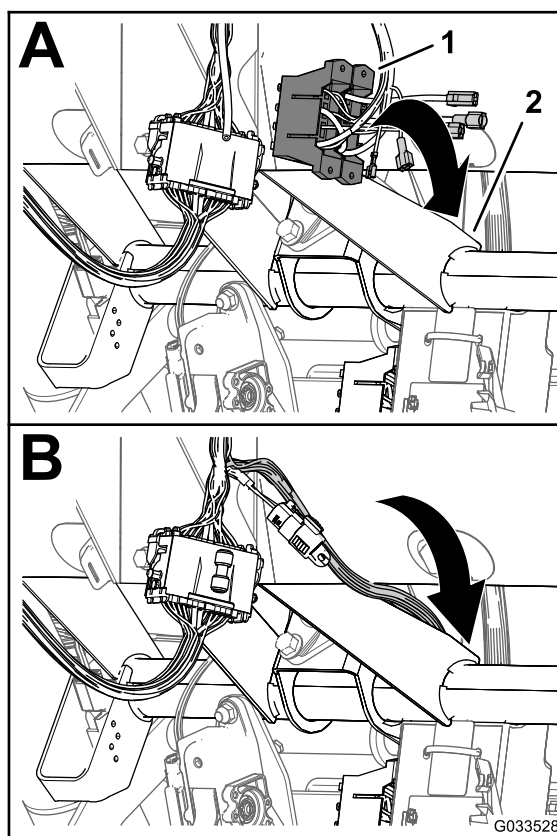

Figure 24
1. Sur la console de commande du pulvérisateur, acheminez la branche du faisceau avant dotée des porte-fusibles entre le bas du tableau de bord et le tube transversal du châssis de la machine, puis faites-la descendre vers l'avant du porte-fusibles de la machine (Figure 24).